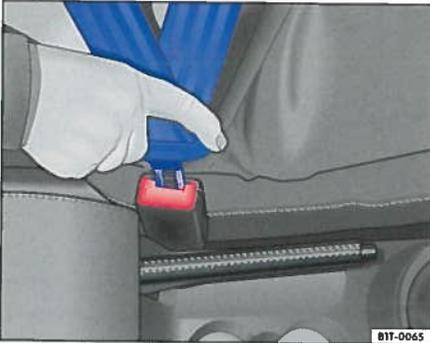

Abb. 10 Gurtschloss und Schlosszunge des Sicherheitsgurtes
- Stecken Sie die Schlosszunge in das zum Sitz gehörende Gurtschloss, bis sie hörbar einrastet ⇒ **Abb. 10**.